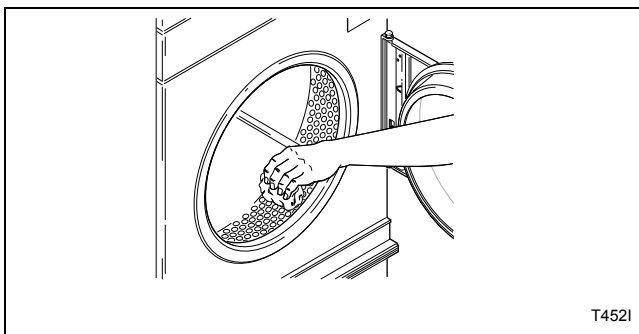

Figura 14
10. Limpie el cilindro con un limpiador o detergente general y una solución de agua. Consulte la *Figura 14*.